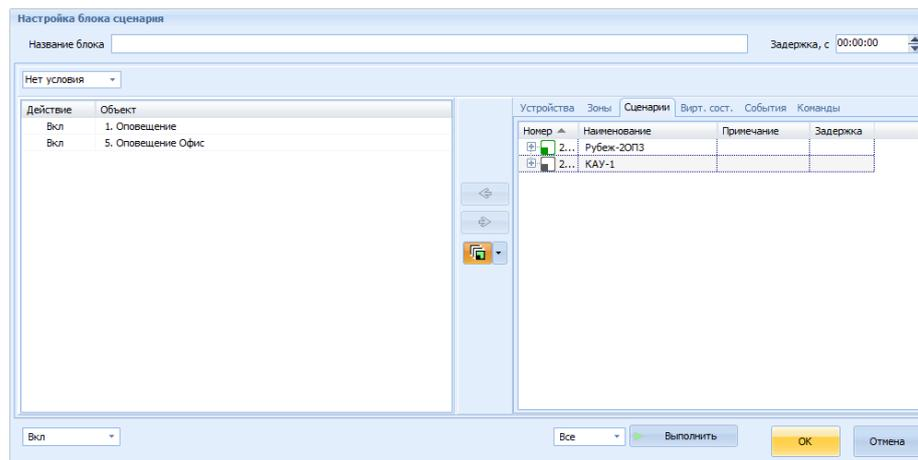

Рисунок 9.35 – Окно «Настройка Сценария»
- 3) в открывшемся окне «Настройка сценария» перейти на закладку **Сценарии**, выбрать ведомые сценарии (рисунок 9.35);